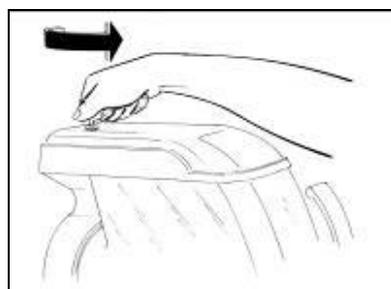

Fig. 1
L'apparecchio su una superficie orizzontale e solida facendo in modo che la carrozzeria dell'apparecchio sia ben areata (almeno 20 cm di spazio libero, fig.1), installare l'apparecchio in un ambiente asciutto ed evitare di installarlo vicino a fonti di calore.
- **D**opo aver rimosso il fermo attraverso l'apposita chiave (fig.1), rimuovere prima il coperchio di sicurezza, poi il sotto coperchio come mostrato in fig. 2.